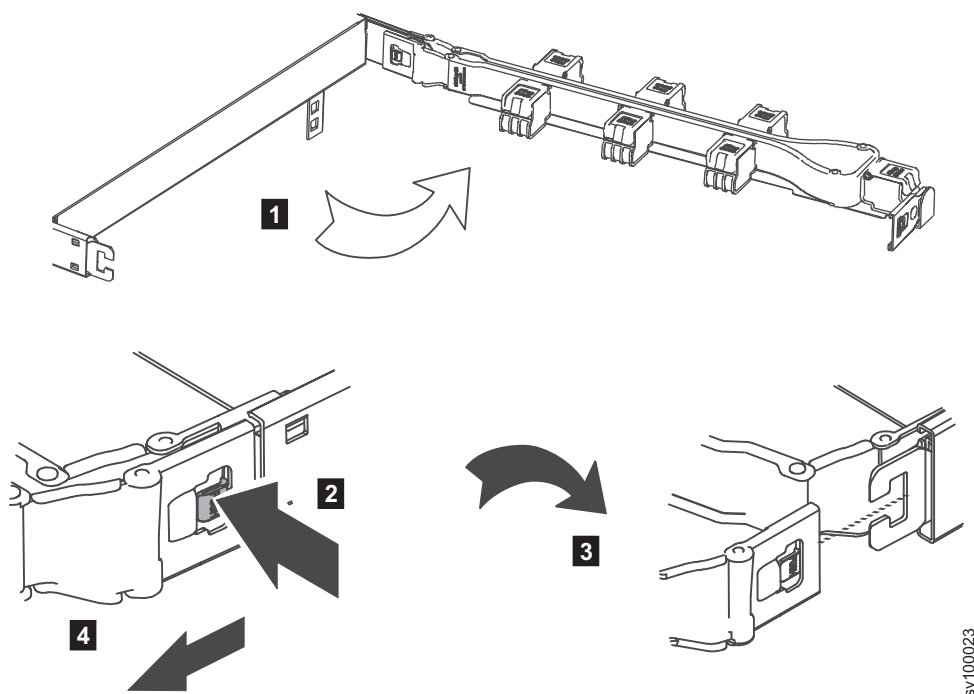

Figura 5. Removendo o membro externo do suporte para organização de cabos
4. Solte o membro externo, conforme mostrado em Figura 5.